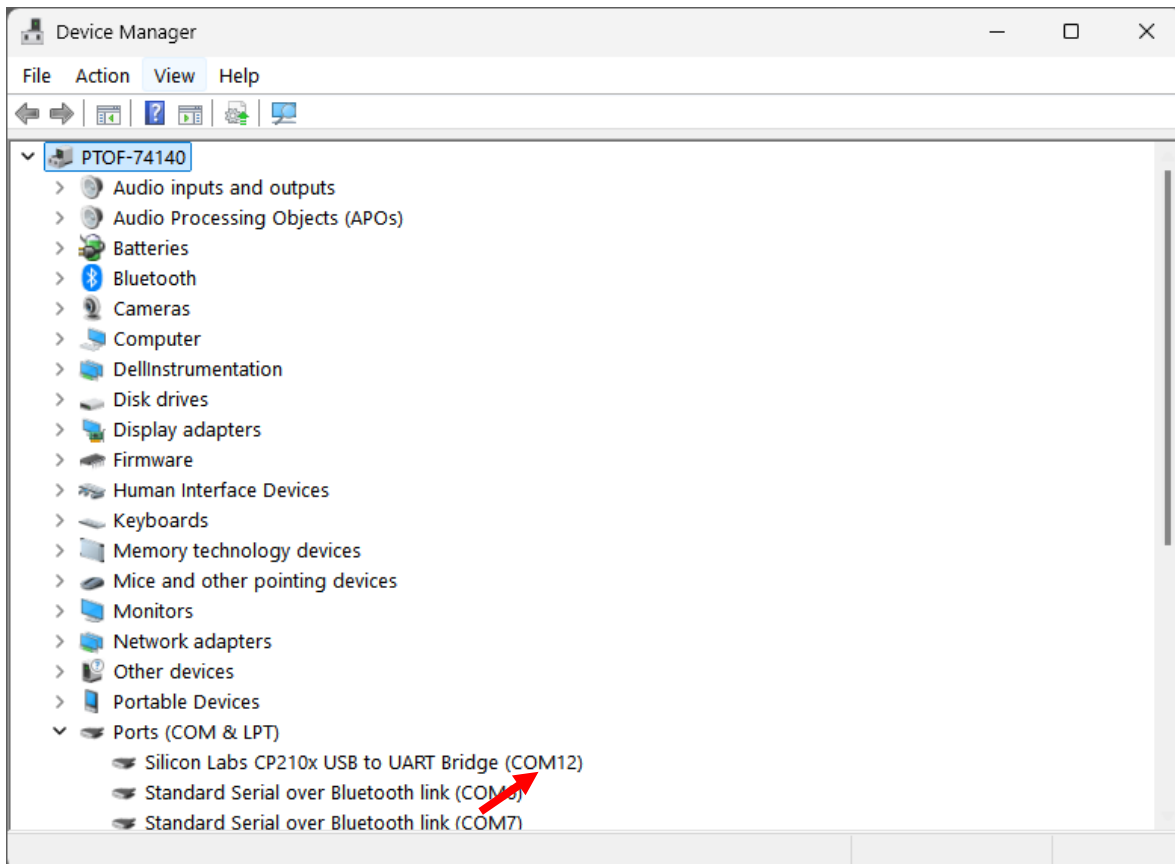

Figura 4. Vista de la tarjeta ESP32 en el administrador de dispositivos.
- Verifique que en la Opción Puertos este listada su tarjeta con un puerto COM (Debe estar nombrada como Silicon Labs CP210x USB to UART Bridge (COM##)). Tome nota de este puerto (ver Figura 4, cuyo nombre es COM12).